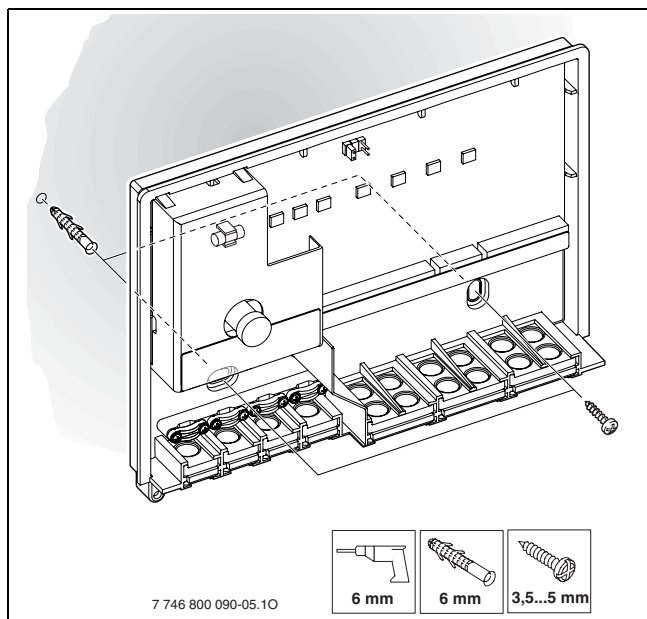

Fig. 9 Introducerea diblurilor
- ▶ Perforați găuri cu \varnothing 6 mm și introduceți diblurile pentru perete în acestea (→ fig. 9).